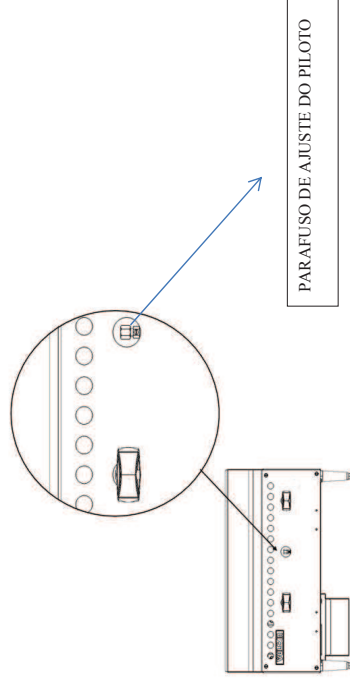

Fig. 7
Utilizando uma chave de fenda de cabeça chata, vire o parafuso de ajuste do piloto de cabeça sextavada no sentido horário para diminuir a chama, e anti-horário para aumentar a chama. Ver Fig. 7
3. Enquanto olha através do orifício do piloto, você terá que alcançar a parte inferior frontal da unidade e através do orifício do piloto acender os mesmos com fonte de ignição externa (como um acendedor, etc.). Talvez seja necessário ajustar a válvula do piloto para aumentar o gás no piloto. Ver Fig. 7 a seguir.